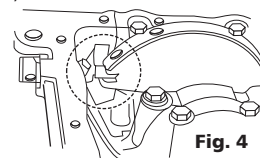

Fig. 4
Los procedimientos de extracción e instalación de correas de distribución en estos motores son similares a los descritos anteriormente, pero la espiga para la sincronización del cigüeñal es diferente. Use la pieza (B). Esta espiga se debe montar en la ranura de la malla del cigüeñal (Fig. 4). Esta espiga NO debe montarse en el orificio de compensación. Compruebe de nuevo la posición del cigüeñal; asegúrese de que el recorrido de la chaveta del cigüeñal queda centrado entre las lengüetas de fundición de la parte delantera del motor. (Aproximadamente en la posición de las 1 en punto)